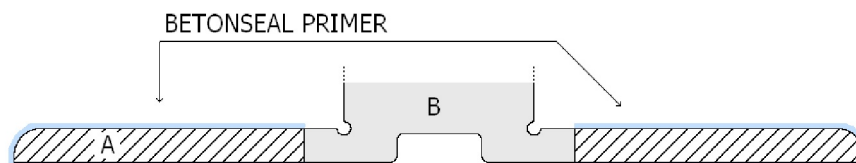
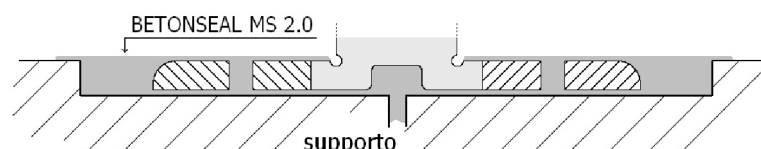
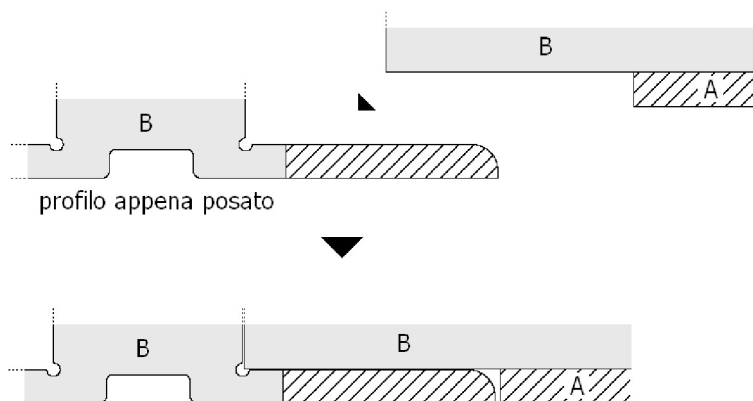

Fig. 2
Fig. 5
Fig. 7
- Applicare BETONSEAL PRIMER frizionando con tampone o straccio tutta la superficie delle alette laterali di fissaggio (in PVC semitrasparente) evitando di sporcare la parte centrale colorata B (vedi Fig. 2).
- Ricoprire completamente le alette di fissaggio con BETONSEAL MS 2.0 lasciando fuori solo la parte centrale colorata (vedi Fig. 5).
Installata la prima parte di BS PROFILE H12,5 (da Fig. 2 a Fig. 5), modificare l'estremità del profilo che verrà posato ad angolo asportando le alette (parte A) e la parte bassa del settore centrale (parte B) del profilo affinché il sormonto non causi dislivelli (vedi Fig. 7).